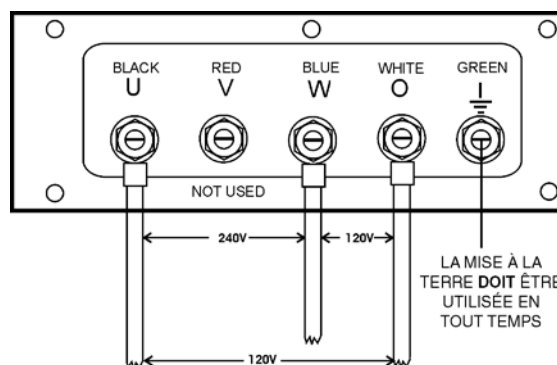

Figure 27. Cosses UVWO Connexions 1Ø-240/120V
2. Connectez les fils de charge aux cosses UVWO comme l'indique la Figure 27.
3. Tournez le bouton du régulateur de tension (Figure 27) dans le sens horaire pour augmenter la tension de sortie; tournez-le dans le sens antihoraire pour diminuer la tension de sortie. Utilisez le bouton de réglage du régulateur de tension chaque fois qu'un réglage fin de la tension de sortie est nécessaire.